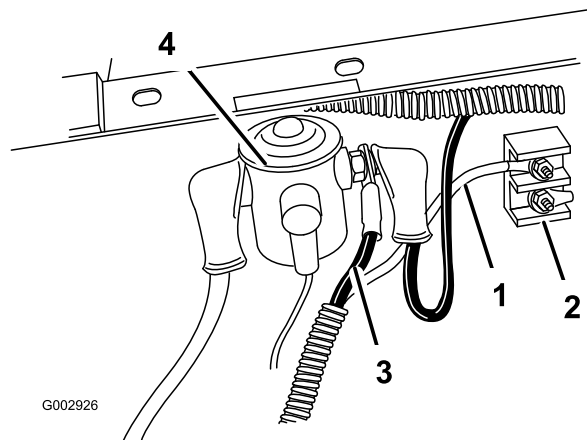

Figure 7
10. Branchez le câble d'alimentation au solénoïde sous le siège du conducteur (Figure 7).
11. Connectez l'extrémité du fil de masse noir à un goujon de mise à la masse sur le bornier de masse (Figure 7).